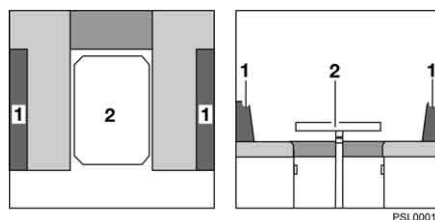

Fig. 25 Avant la transformation
- Convertir la table (Fig. 25,2) en sommier de lit (voir paragraphe 7.6).